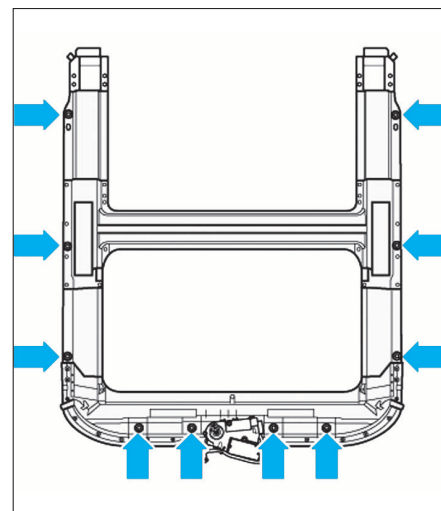

FIG. 91
- Déposer la vis située dans la découpe du plafonnier avant (Fig.91).
- Déposer les fixations (flèches) et retirer le toit ouvrant du véhicule avec l'aide d'un second mécanicien (Fig.91).